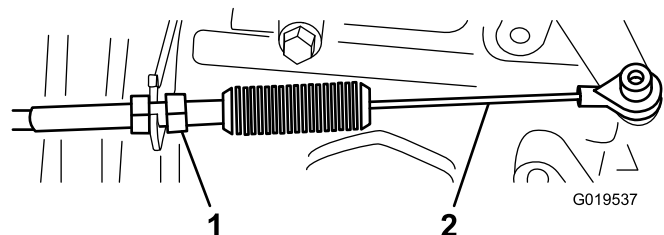
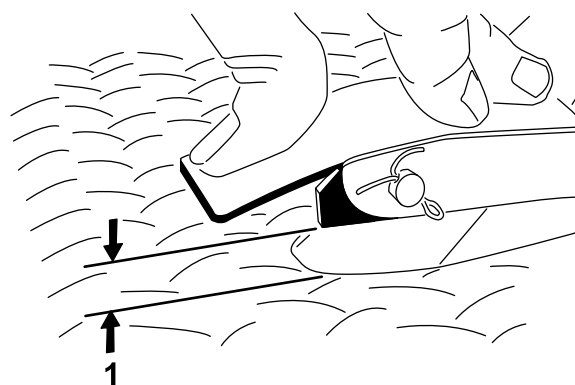

Figure 64
Figure 65
2. Réglez la rotule sur le câble d'accélérateur (Figure 64) pour obtenir un écartement de 2,54 à 6,35 mm (0,100 à 0,250 po) entre le bras de la pédale d'accélérateur et le haut du plancher quadrillé (Figure 65) lorsque vous appliquez une force de 11,3 kg (25 lb) au centre de la pédale.
3. Serrez le contre-écrou (Figure 64).